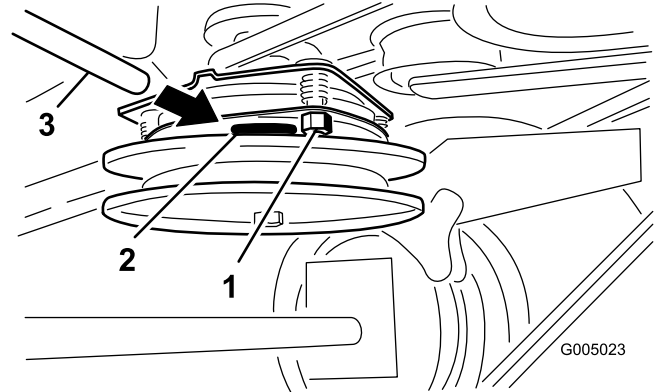

Bild 40
2. Ziehen Sie die Sicherungsmuttern fest, bis die Fühlerlehre etwas fest sitzt, jedoch leicht bewegt werden kann (Bild 40).